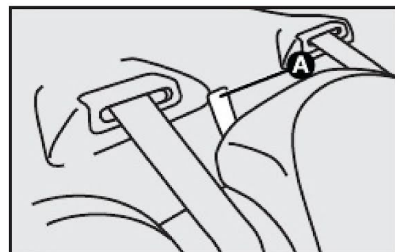

fig. 89
5) Desencaixar o encosto, puxando a fita **A-fig. 89**.
Para isso, puxar a trava da esquerda **A-fig. 89** e rebater para superfície de encosto.